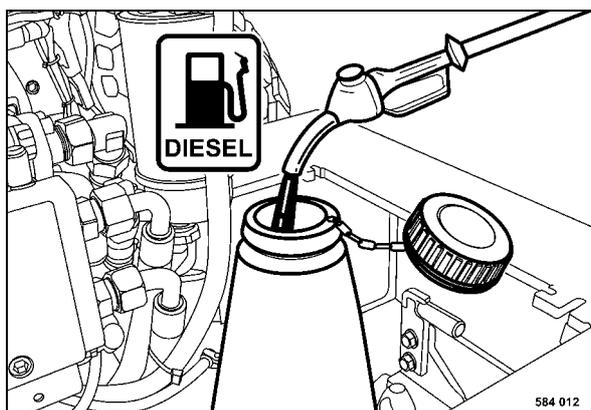

Рис. 127
- Открыть крышку топливного бака (Рис. 127).